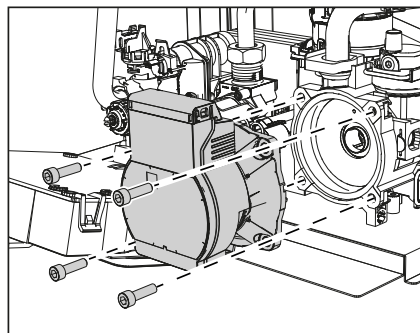

fig. 33
- Svitare e togliere il gruppo motore del circolatore (fig. 33)